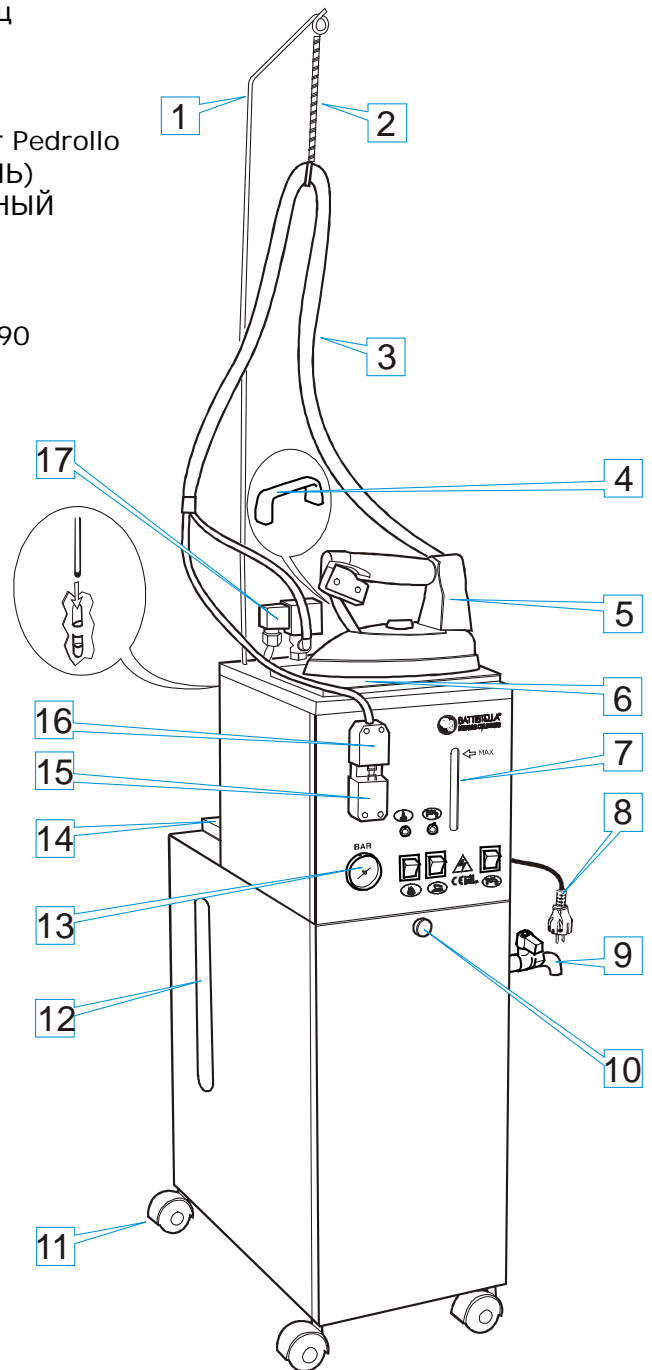

Рис. 1
- 2) Выньте BARBARA 31 из упаковки, вставьте держатель кабеля в специальное отверстие (рис. 1) размещенное на задней стороне парогенератора.
- 3) Зафиксируйте пружину на крюке, подключите утюг к специальному разъему и положите его на подставку (рис. 1).
3. Во время глажения, всегда кладите утюг на специальную подставку (Рис. 1) и следите за положением кабелей: